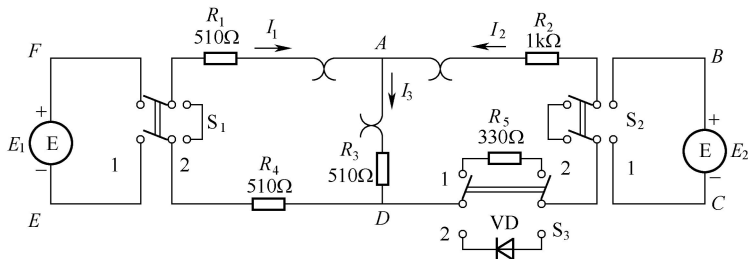

图 1-1-3 实验线路图
(6) 在图 1-1-3 所示的实验线路中, 切换开关 S_1 、 S_2 , 切到 1 位置时, 接通电源, 切到 2 位置时, 线路短路; 切换开关 S_3 , 切到 1 位置时, 330Ω 电阻接入电路, 切到 2 位置时, 二极管 VD 接入电路。
(7) 防止稳压电源两个输出端碰线短路。电源 E_1 或 E_2 不作用时, 将切换开关 S_1 、 S_2 切到 2 位置, 严禁用导线直接短接, 这样会电压短路, 烧坏电压源。
实验线路如图 1-1-3 所示。
- (1) 实验前先任意设定三条支路的电流参考方向, 如图 1-1-3 中的 I_1 、 I_2 、 I_3 。
- (2) 电源 E_1 、 E_2 分别并直流电压表, 并调整电压分别为 6V、12V。
- (3) 分别将两路直流电压源接入电路。将切换开关 S_1 、 S_2 、 S_3 都切到位置 1。
- (4) 熟悉电流插头和电流插座的结构, 将电流插头接至毫安表的“+”、“-”两端, 并根据设定的电流参考方向, 确定所读数据的正负值。将电流插头分别插入三条支路的三个电流插座中, 读出并记录电流值, 填入表 1-1-2 中。
(1) 根据图 1-1-3 的实验电路参数计算出待测的电流 I_1 、 I_2 、 I_3 和各电阻上的电压值, 记入表中, 以便实验测量时可正确地选定毫安表和电压表的量程、并计算相对误差。
(2) 实验中, 若用指针式万用表直流毫安挡测量各支路电流, 什么情况下可能出现毫安表指针反偏? 应如何处理? 在记录数据时应注意什么? 若用直流数字毫安表进行测量时, 则会有什么显示呢?